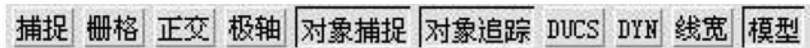

图 1-4 状态栏
**【步骤 5】** 查看软件底部的状态栏,如图 1-4 所示,状态栏上包含 10 个功能按钮。这些带黑色矩形框的功能按钮(凹陷)为启用状态。其中,“极轴”、“对象捕捉”、“对象追踪”和“模型”四个功能在绘图的时候需要启用(凹陷);DYN 为动态输入功能,关闭该功能(弹起);“捕捉”、“栅格”和“正交”为关闭状态(弹起);DUCS 为动态用户坐标系,绘制三维图时使用,此处可不启用该功能。